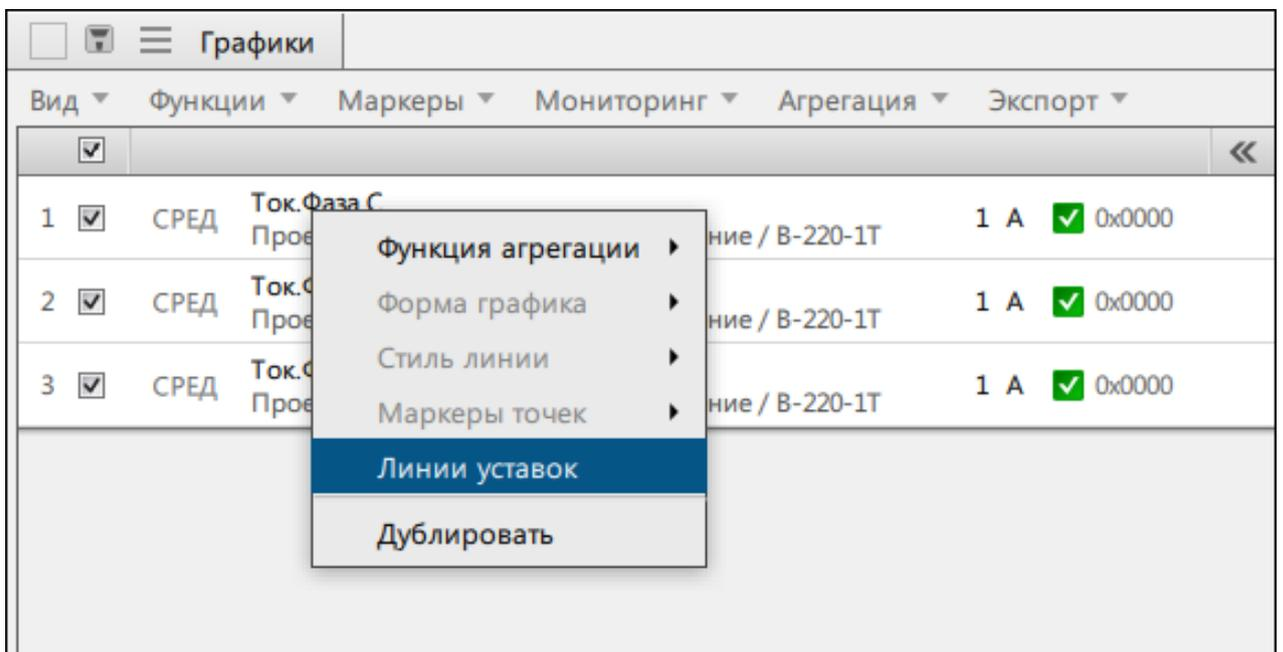

Рисунок 72 - Контекстное меню сигнала
1. Нажмите *км* по выбранному сигналу из списка сигналов (Рисунок 72).